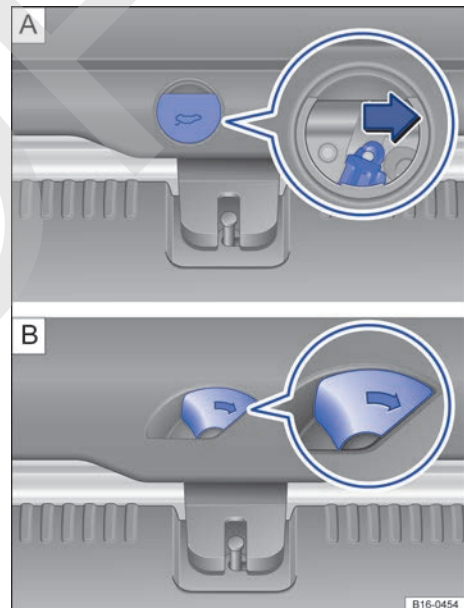

Fig. 61 En el maletero: desbloqueo del portón del maletero. A) Variante 1 y B) variante 2.
- Retire la tapa redonda del guarnecido del portón del maletero → fig. 61 [A].
- Presione la palanca de desbloqueo en el sentido de la flecha → fig. 61 [B]. El portón del maletero se abre automáticamente. Es posible que a temperaturas inferiores a los 0 °C (+32 °F) haya que abrir el portón con la mano. <